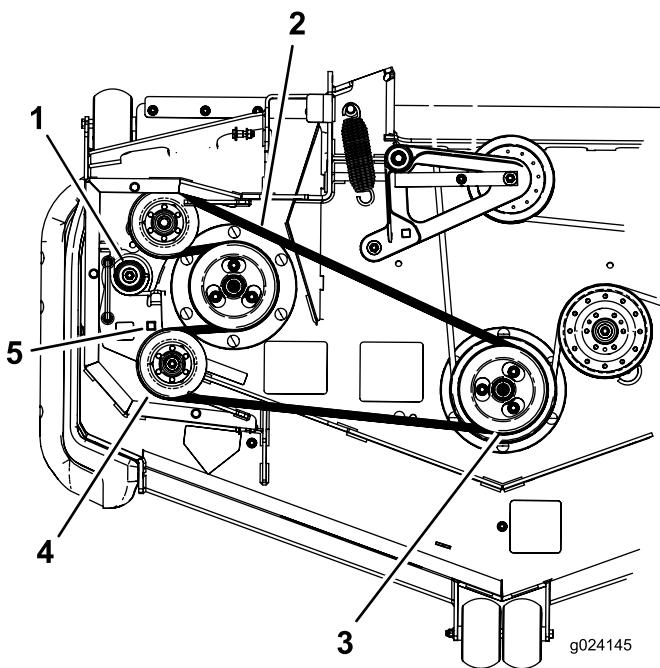

Figure 76
7. Insérez un rochet dans le trou carré du bras de la poulie de tension pour détendre le ressort de la poulie de tension (Figure 76).
8. Enlevez la courroie de la poulie du tablier de coupe (Figure 76).
9. Enlevez la courroie des poulies restantes (Figure 76).
10. Insérez le rochet dans le trou carré pour chausser la courroie sur les poulies du tablier de coupe et les poulies de tension (Figure 76).